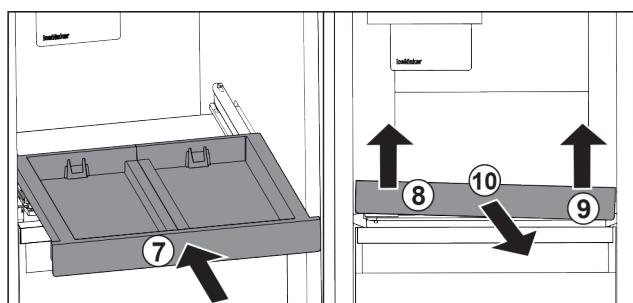

Fig. 20
- ▶ Zasuňte vyťahovacie poličku. Fig. 20 (7)
- ▶ Nadvhynite vyťahovacie poličku vpred vľavo. Fig. 20 (8)
- ▶ Nadvhynite vyťahovacie poličku vpred vpravo. Fig. 20 (9)
- ▶ Odoberte vyťahovacie poličku dopredu. Fig. 20 (10)